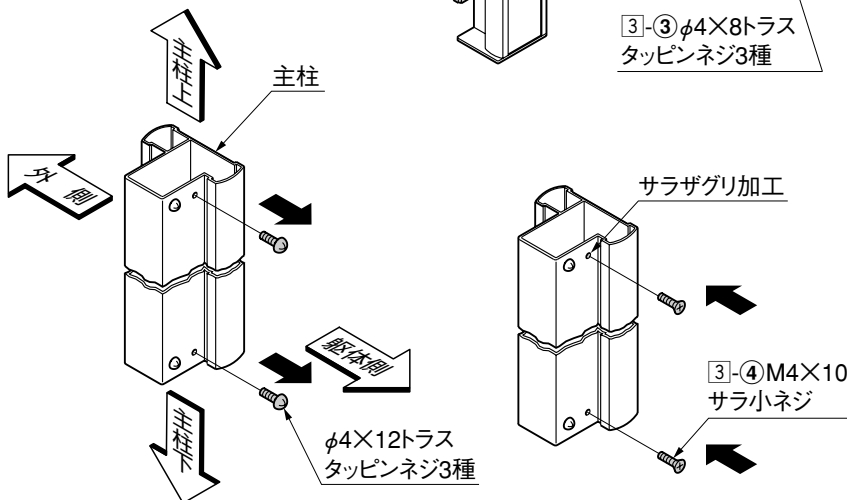

図5-2
- 2 3-4のサラ頭が出っ張らないようにサラザグリ加工してから3-4で固定してください。(図5-2参照)